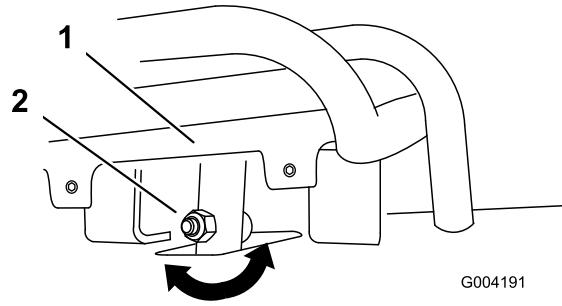
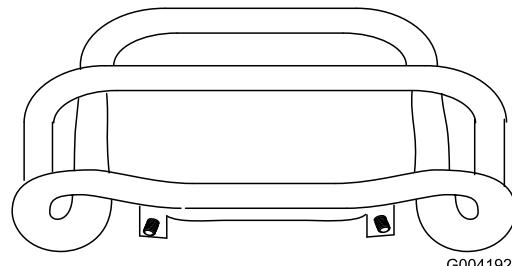

Figure 54
Figure 55
4. Si l'avant de la commande de déplacement n'est pas d'équerre et de niveau avec la barre de référence, desserrez l'écrou et le boulon à embase de la tige de la commande de déplacement (Figure 54).
5. Réglez la commande de déplacement de sorte qu'elle soit de niveau et en appui contre la barre de référence lorsqu'elle est tirée tout droit en arrière (Figure 54 et Figure 55).
- C. Desserrez l'écrou et le boulon à embase dans la tige de la commande de déplacement (Figure 54).
I. Réglez la commande de déplacement de sorte qu'elle soit de niveau et en appui contre la barre de référence lorsqu'elle est tirée tout droit en arrière (Figure 54 et Figure 55).